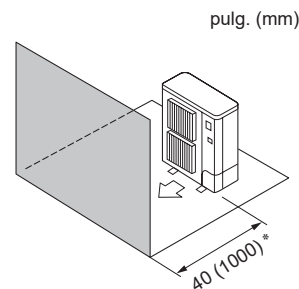

Fig. 2-8
- ④ Obstáculos en la parte delantera (Fig. 2-8)